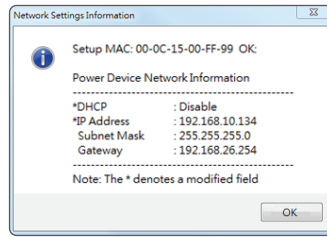

Figura 4. Mensagem de configuração do endereço IP com êxito.
8. Se a alteração do endereço IP for bem sucedida, irá aparecer uma mensagem confirmando que a configuração do IP está OK, como mostra na Figura 4.